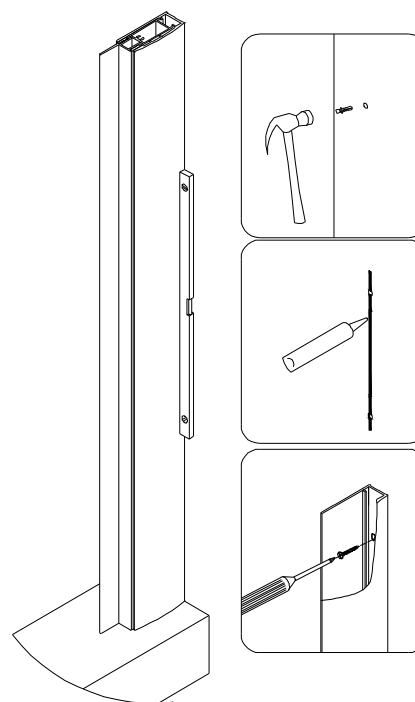

Рис. 13
Вставьте собранный **Внутренний профиль (04)** обратно в углубление **Наружнего профиля (05)**. Рис. 13